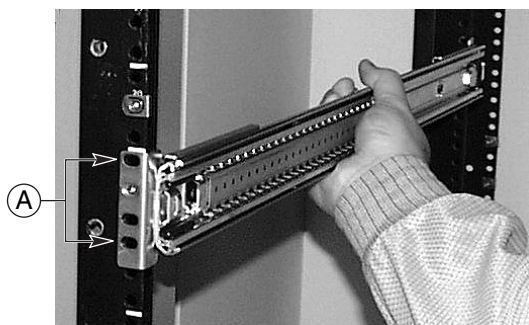

Figura 8 Gruppo a scorrimento allineato con i fori del rack
Figura 8 mostra il gruppo a scorrimento allineato con i fori nel rack. I sei fori sono contrassegnati da "A".
4. Come mostrato in Figura 8, inserire le due viti nei fori del rack e della staffa frontale. Stringere le viti per assicurare la parte anteriore gruppo a scorrimento del rack.